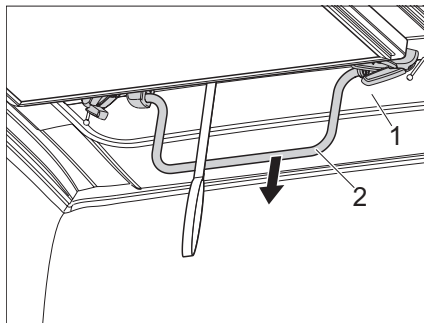

Bild 42 Aufstelldach nach unten ziehen
- ▶ Aufstelldach (Bild 42,1) mit Blick in Richtung Heck am Bügel (Bild 42,2) **langsam** nach unten ziehen und beobachten, ob der Stoffballg sauber nach innen fällt.